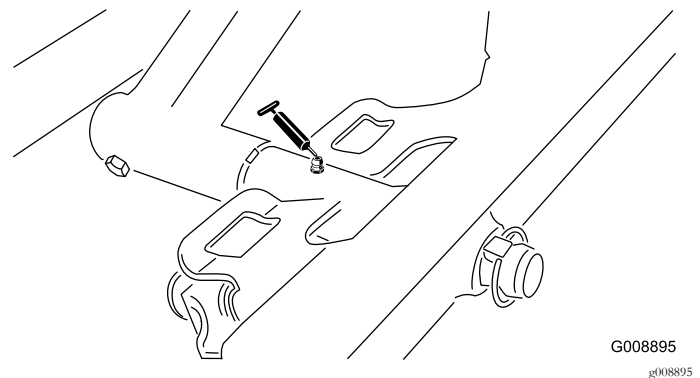

Bild 51
- Drehbüchsen an der Frontschneideinheit (Bild 51)